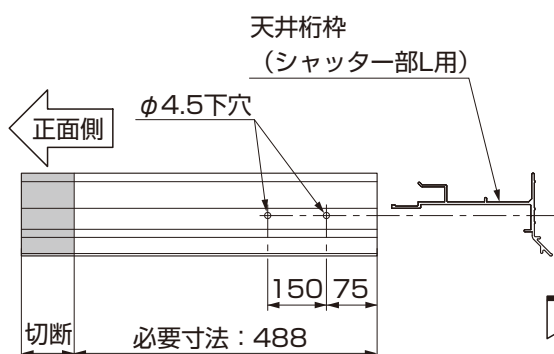

図5-5
- ①天井桁枠（シャッター部L用）を切断し、桁の溝に合わせφ4.5の下穴をあけてください。（図5-5参照）